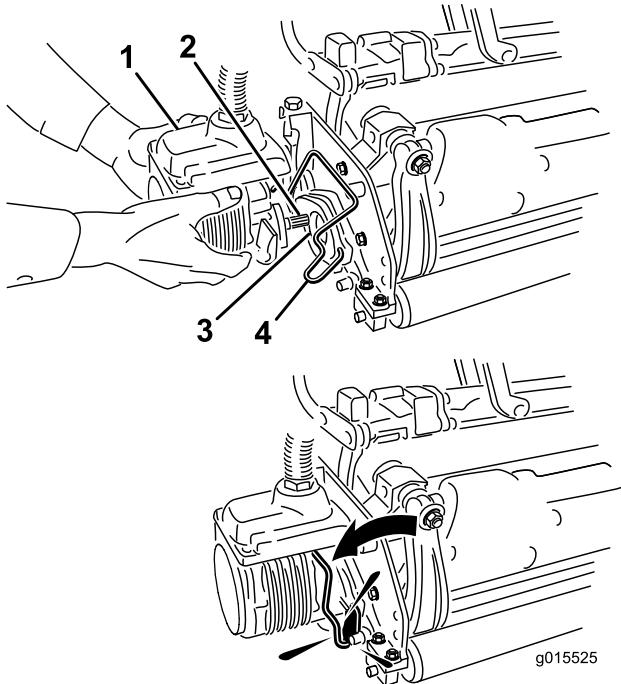

図 34
- カッティングユニット用モータのスプライン・シャフトにきれいなグリスを塗りつける（図 34）。
- モータを、カッティングユニットの左側（運転席から見て）に取り付け、カッティングユニットについているモータ固定バーを、モータの上から被せるようにセットし、モータの左右から「カチッ」というロック音が聞こえるまで押し下げる（図 34）。